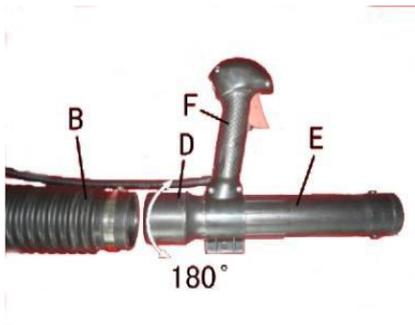
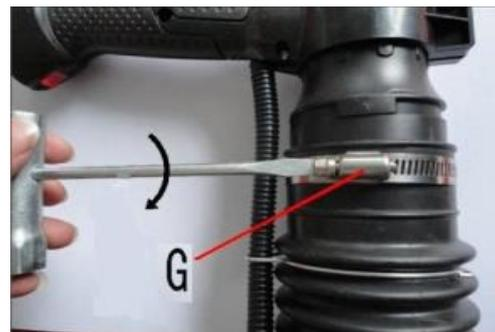

Fig. 3
Fig. 4
2. Mettere la fascetta (G) sul tubo flessibile e sul tubo operativo.
3. Girare la parte contrassegnata sull'anello rotante (D) in modo che si allinei con la leva dell'acceleratore (F). Inserire il tubo operativo (E) nel tubo flessibile (B) (fig. 3) e poi stringerlo con una fascetta (G) (fig. 4).